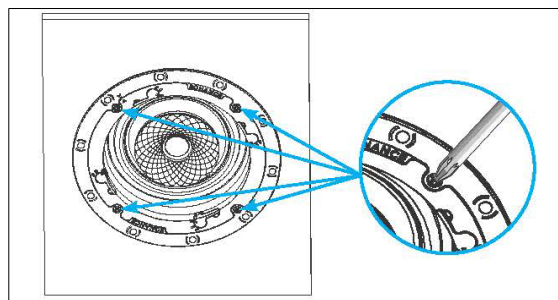

図5：Roto-Lock のねじを締める
7. スピーカーを取り付け穴に挿入し、スピーカーバッフル前面の4つのネジを締めて固定してください（図5参照）。